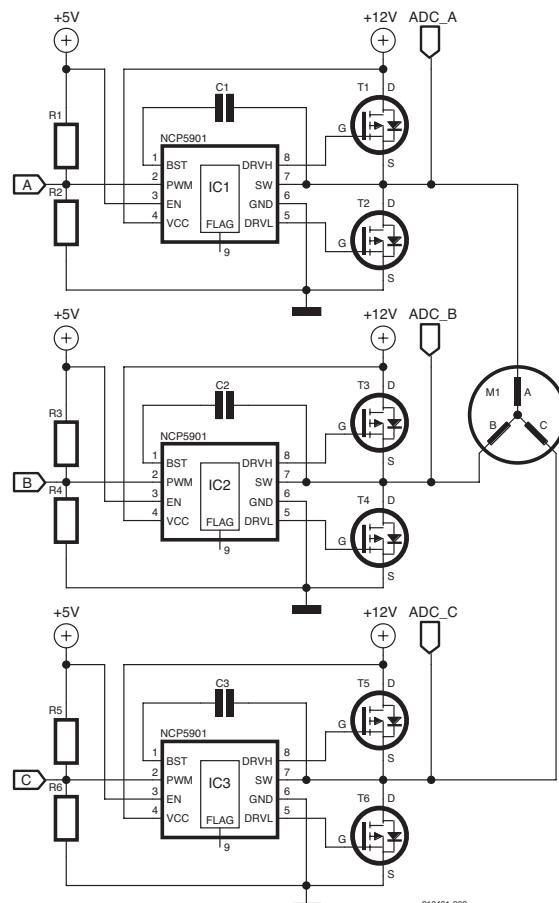

Figure 24. Moteur CC sans balais avec trois demi-ponts.
**figure 24** donne la disposition théorique de ces trois demi-ports (aussi disponibles sous forme de CI auprès de différents fabricants). Des signaux appropriés doivent être fournis aux entrées A, B et C pour commander le moteur. Le NCP5901B a un diviseur de tension qui polarise chaque broche d'entrée à 2,0 V quand le µC ne la commande pas. Entre 1,3 V et 2,7 V, le NCP5901B se met en mode émulation de diode, c.-à-d. en roue libre, de sorte que l'enroulement n'est pas relié à la masse ni à la tension d'alimentation du moteur. Cela permet par la suite de mesurer la force contre-électromotrice (FCEM) pour déterminer la position du rotor.